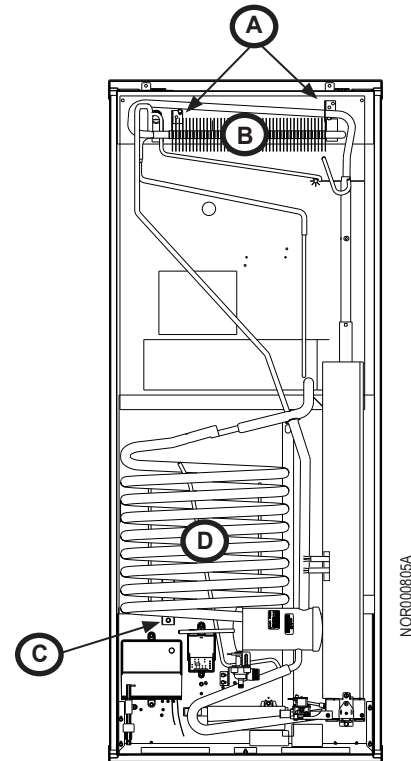

Fig. 9 - Vis de montage de l'unité de refroidissement
1. Enlevez les vis (Fig. 9, A) (2x) retenant le condenseur (Fig. 9, B) à l'arrière du réfrigérateur. Mettez-la de côté.
2. Enlevez la vis (Fig. 9, C) (1x) retenant le serpentin de l'absorbeur (Fig. 9, D) à l'arrière du réfrigérateur. Mettez-la de côté.
- Posez une vis (2x) (Fig. 9, A) au travers du support de chaque côté du condenseur (Fig. 9, B) pour le fixer à l'armoire du réfrigérateur. Ne serrez PAS complètement les vis à cette étape-ci.
- Posez une vis (1x) (Fig. 9, C) au travers du support de l'absorbeur (Fig. 9, D) pour le fixer à l'armoire du réfrigérateur. Ne serrez PAS complètement les vis à cette étape-ci.